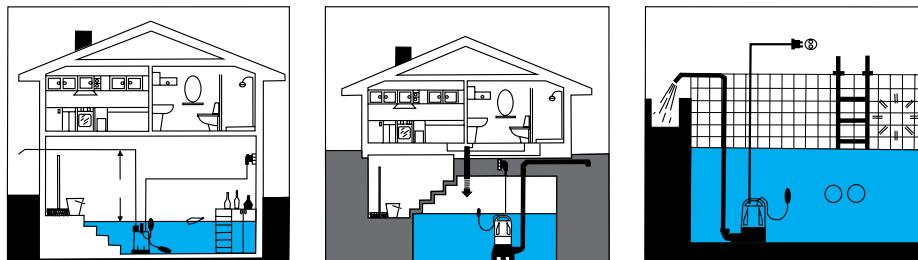

рис. 2
5.6 Варианты установки насоса приведены на рис. 2